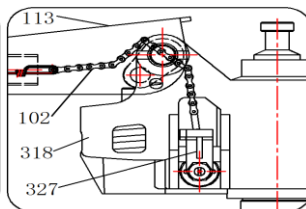

Рисунок 2
3.1.4 Вставьте цепь 102 в отверстие в вале, см. рисунок 2
3.1.5 Зацепите гайку 102 в выемке рычага управления 327, см. рисунок 2 и 4